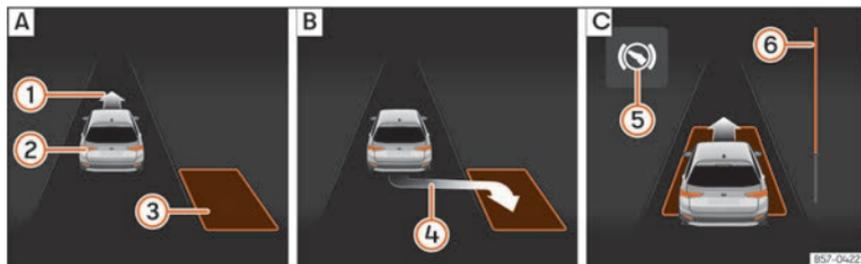
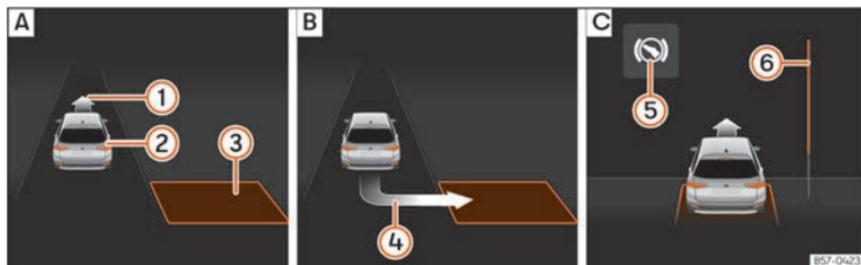

Fig. 198 No ecrã do painel de instrumentos: estacionar em linha. **[A]** Procurar um lugar de estacionamento. **[B]** Posição para estacionar. **[C]** Manobrar.
Fig. 199 No ecrã do painel de instrumentos: estacionar em espinha. **[A]** Procurar um lugar de estacionamento. **[B]** Posição para estacionar. **[C]** Manobrar.
para estacionar » **Fig. 198 [B]** ou » **Fig. 199 [B]**. O lugar foi considerado «apropriado» se no ecrã do painel de instrumentos aparecer a indicação de estacionar **4**.
- Retroceda até o sinal contínuo do ParkPilot soar; **OU**: retroceda até aparecer a indicação de marcha à frente no ecrã do painel de instrumentos »» Fig. 198 [C] ou »» Fig. 199 [C]; **OU**: retroceda até aparecer a mensagem **Park Assist finalizado** no ecrã do painel de instrumentos. A barra de progresso ⑥ indica a distância a percorrer »» Página 297.
- Carregue no pedal do travão até o sistema de estacionamento assistido terminar de realizar as rotações do volante; **OU**: até o símbolo ⑤ no ecrã do painel de instrumentos se apagar.
- Faça marcha à frente até soar o sinal contínuo do ParkPilot; **OU**: faça marcha à frente até aparecer a indicação de fazer marcha-atrás no ecrã do painel de instrumentos. O sistema de estacionamento assistido manobra o veículo em frente e em marcha-atrás até centrá-lo no lugar »» Fig. 198 [C] ou »» Fig. 199 [C].
»» Fig. 198 ⑥ e »» Fig. 199 ⑥ mostra simbolicamente no ecrã do painel de instrumentos a distância relativa que ainda falta percorrer. Quanto maior for a distância, mais cheia está a barra de progresso. Ao circular em marcha à frente, o conteúdo da barra de progresso diminui para cima, e ao circular marcha-atrás, diminui para baixo.